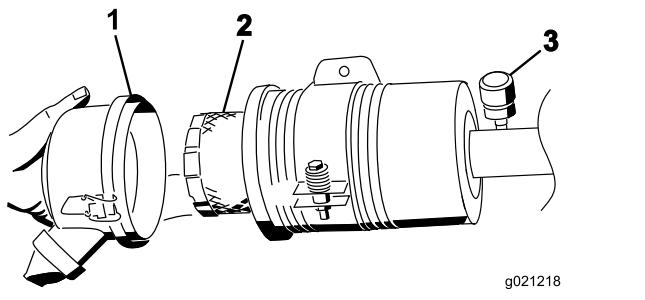

Рисунок 82
- Снимите и замените фильтр (Рисунок 82).